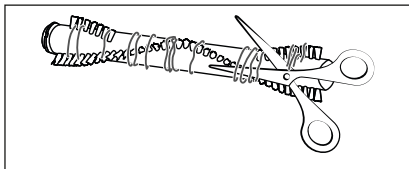

Fig. 26
- 4) Tagliare i fili e i capelli nelle setole del rullo a spazzola **20** utilizzando delle forbici (vedere fig. 26). Rimuovere fili e capelli dal rullo a spazzola **20**.